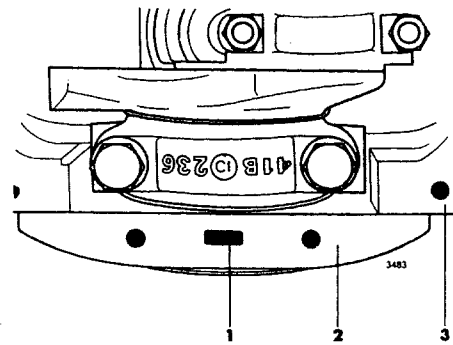

Fig 01-27. Bakre tätningsfläns
1. Se till att packningen är felfri och flänsen ren. Dräneringshålet, fig 01-27, får inte täppas till som följd av att oljetrågspackningen monteras felaktigt.